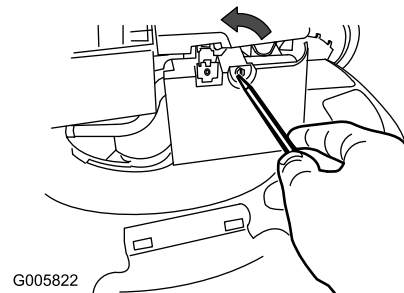

Figure 20
1. Ouvrez le couvercle du filtre à air avec un tournevis (Figure 20)